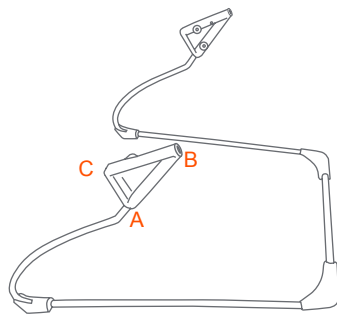
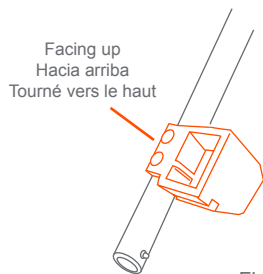
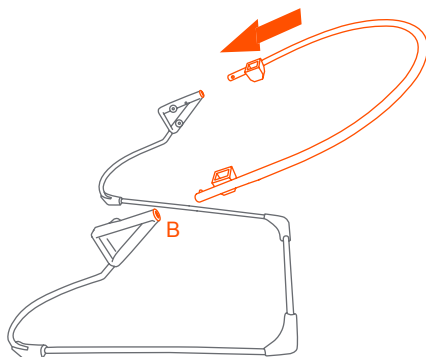

Fig. 2a
Fig. 2b
Fig. 2c
- The 3-Way Connectors will be preassembled at corner A (Fig 2a). Place the Base frame upright on a flat surface with corners B and C of the 3-Way Connectors pointing up (Fig. 2b). The Backrest Bar has 2 square brackets with an opening for the Toy Bar. Be sure that the openings are facing up (Fig 2b). Align the Backrest bar to corner B. Insert both ends into the 3-Way connector until they click into place (Fig 2c).
- Los conectores de 3 vías estarán ensamblados previamente en la esquina A (Fig 2a). Coloque la estructura de la base en posición vertical sobre una superficie plana con las esquinas B y C de los conectores de 3 vías apuntando hacia arriba (Fig 2b). La barra del respaldo tiene 2 abrazaderas cuadradas con una abertura para la Barra de Juguetes. Asegúrese de que las aberturas apunten hacia arriba (Fig 2b). Se debe alinear la barra del respaldo con la esquina B. Inserte ambos extremos en el conector de 3 vías hasta que hagan clic al llegar a su lugar (Fig 2c).
- Les connecteurs triples seront pré-assemblés dans le coin A (Fig 2a). Placez le socle à la verticale sur une surface plane avec les coins B et C des connecteurs triples tournés vers le haut (Fig. 2b). La barre du dossier possède 2 crochets avec une ouverture pour la barre-jouet. Assurez-vous que les ouvertures sont tournées vers le haut (Fig 2b). Alignez la barre du dossier avec le coin B. Insérez les deux bouts au connecteur triple jusqu'à ce qu'ils s'enclenchent (Fig 2c).